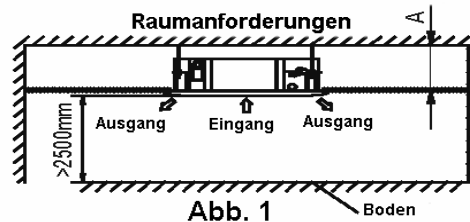

Abb. 1
- Stellen Sie sicher, dass die Anlage an einem Ort montiert wird, an dem ausreichend Platz für die mit der Installation und Wartung verbundenen Arbeitsgänge frei ist (s. Abbildung 1).